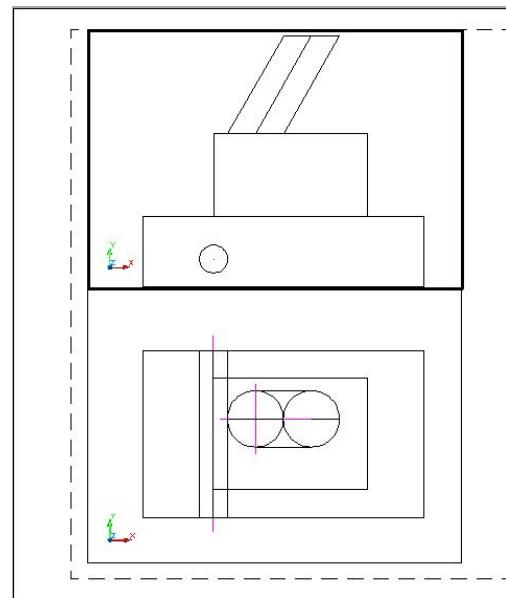

Рисунок 82 – Результат построения видового экрана с сохранением проекционной связи
4) Задаем второму виду имя «Вид спереди». После этого будут созданы два видовых экрана с согласованными проекциями (рисунок 82).